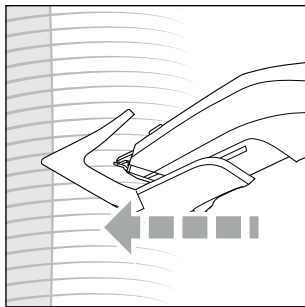

Fig. 7
- 2) Hold produktet, så kamopsatsen ⑩/⑪ eller skærehovedet ① er så oprejst på hovedet som muligt, og skæreklingen peger mod hovedbunden (se fig. 7). Bevæg produktet ensartet og altid i samme retning gennem håret for at undgå, at håret sætter sig fast i skærehovedet ①.